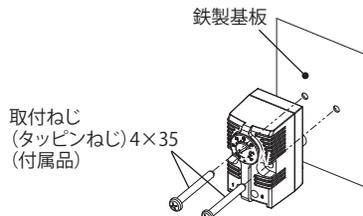

図6
- 鉄製基板取付時は、付属の取付ねじ(タッピンねじ)4×35にて固定してください。(図6)